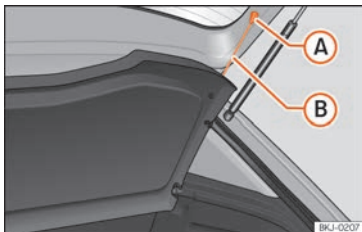

Abb. 163 Im Gepäckraum: Gepäckraumabdeckung aus- und einbauen.
- Hängen Sie die Haltebänder »» **Abb. 163 (B)** aus den Aufnahmen **(A)** aus.
- Hängen Sie die Haltebänder »» **Abb. 163 (B)** an der Heckklappe ein.